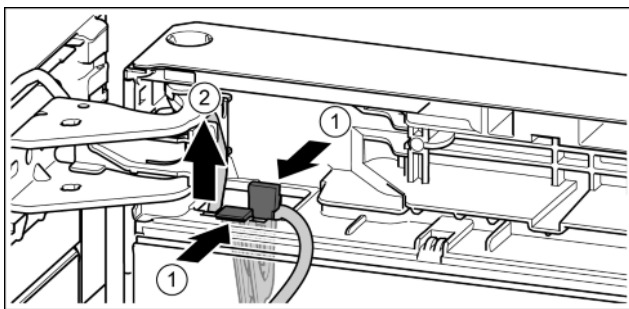

Fig. 23
- ▶ Nacisnąć nakładkę. *Fig. 23 (1)*
- ▶ Uchwyt kabla wyjąć wraz z zamocowanym kablem. *Fig. 23 (2)*